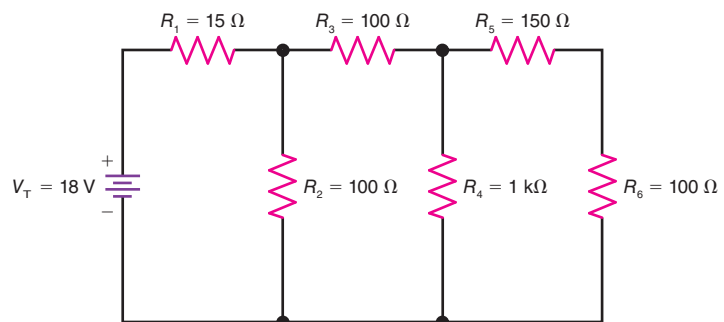

Figure 7-30
7.17 In Fig. 7-30, solve for R_T , I_T , V_1 , V_2 , V_3 , V_4 , V_5 , V_6 , I_1 , I_2 , I_3 , I_4 , I_5 , and I_6 .